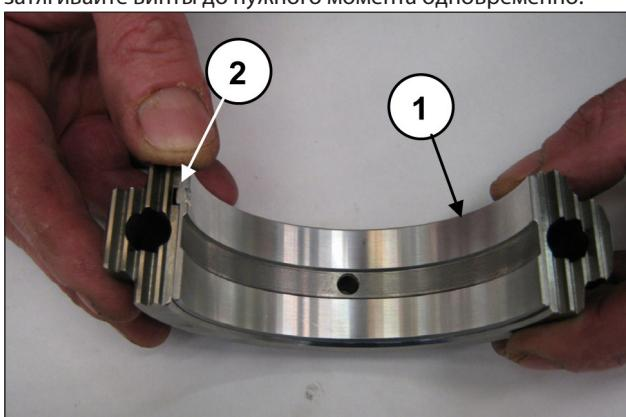

Рис. 67
Установите нижние полуподшипники на крышки (поз. ①, Рис. 67), убедившись, что контрольная шпонка полуподшипников попадает в специальный паз на крышке (поз. ②, Рис. 67).